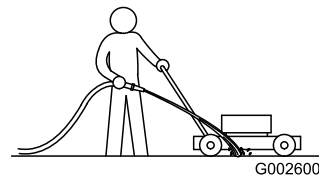

Figura 23
3. Mentre il motore acceso e la lama è innestata, spruzzate un getto d'acqua davanti alla ruota **destra** posteriore (Figura 23).